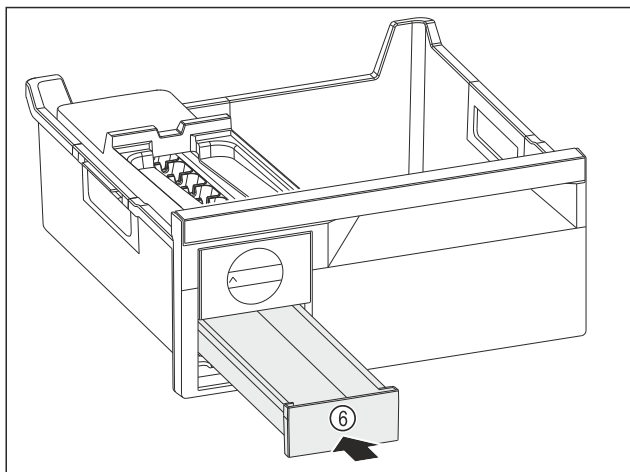

Fig. 96
- Insérer le compartiment à glaçons Fig. 96 (6).